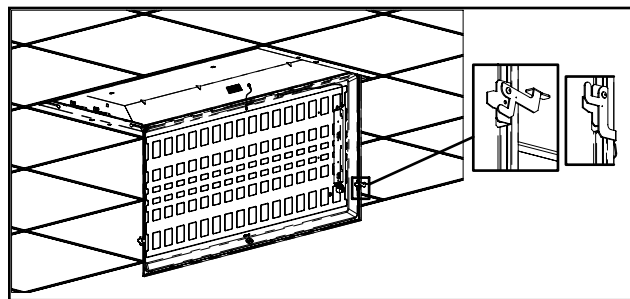

Figura 16
16. Asegúrese de que los dos pestillos de la parte inferior del panel LED (C) estén en la posición abierta, como se muestra en la Figura 16.